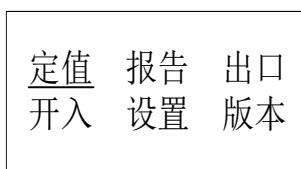

图 6-5 主菜单
6.5.7 按下“确认”键，将进入装置主菜单，如图 6-5 所示：